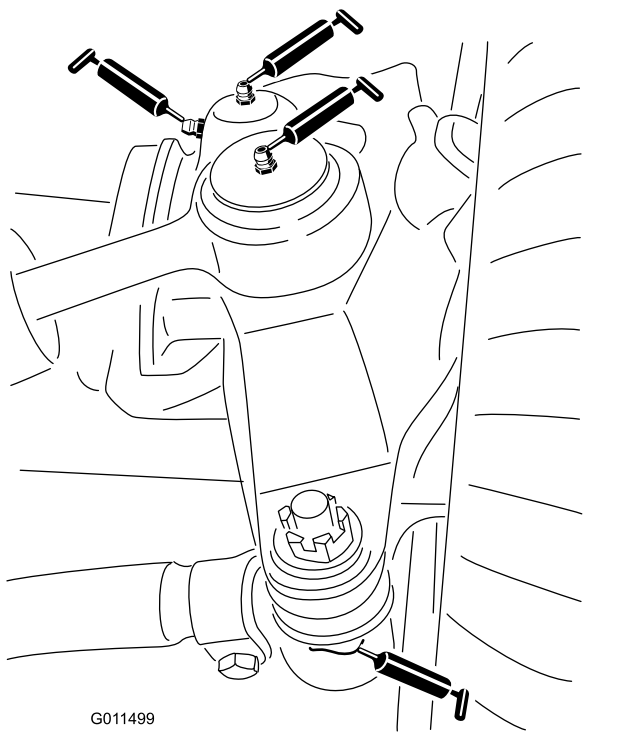

Bild 79
- Zwei Lenkzylinder-Kugelgelenke (**Bild 79**)
- Zwei Spurstangen-Kugelgelenke (**Bild 79**)
- 2 Achsschenkelbüchsen (**Bild 79**).